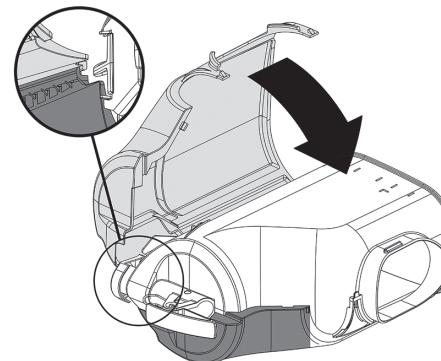
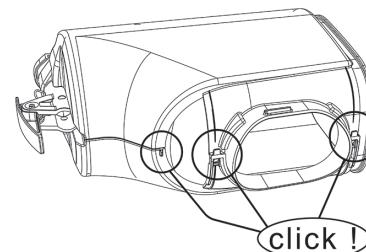

**figure 2**
**figure 3**
- 1** Poser la partie droite du couvercle enveloppant sur un plan. Placer le récipient à l'intérieur.(voir figure 2)(voir figure 3).